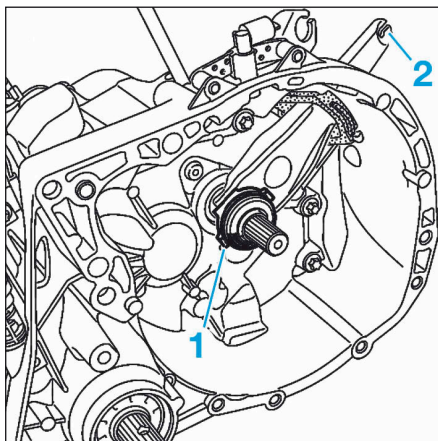

FIG.3
- Extraire la butée d'embrayage (1) en basculant la fourchette en (2) (Fig.3).